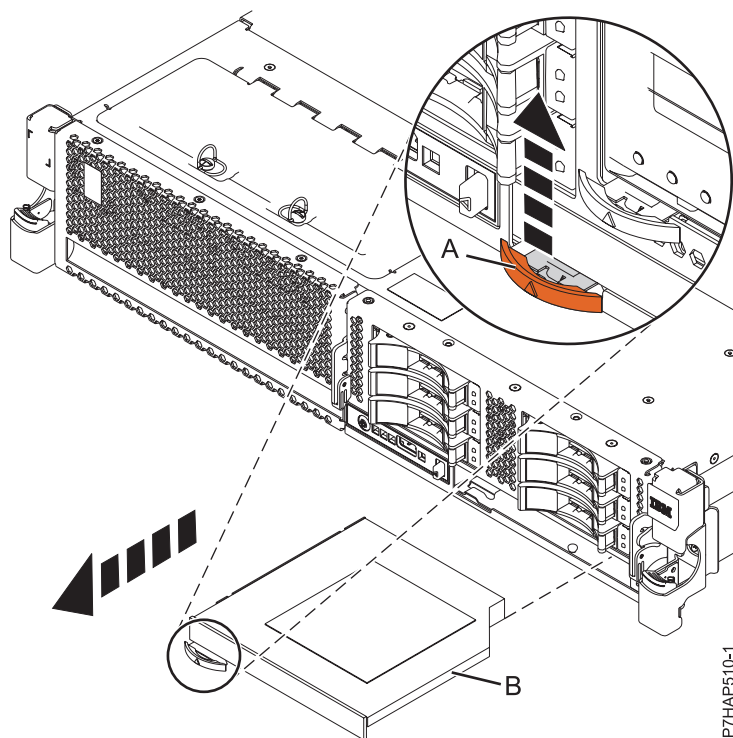

Figura 4. Removendo o dispositivo de mídia fino do painel traseiro da unidade de disco
- b. Alinhe as guias pequenas nos slots do dispositivo de mídia (**B**), e insira o dispositivo e o clipe ao mesmo tempo. Em seguida, empurre a guia (**A**) para dentro até que ela trave no lugar. Consulte a figura 4 ou 5 com base na configuração de seu sistema.